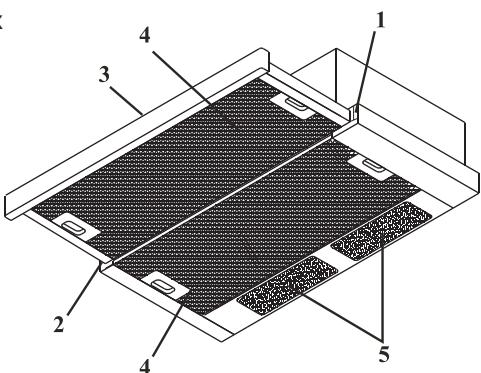

Рис.1
Кухонная вытяжка состоит из следующих элементов (Рис. 1):
- открыть обе части жироулавливающего фильтра (Рис.1 поз. 4),
Демонтаж фильтров (Рис. 1 поз. 4) осуществляется следующим образом: